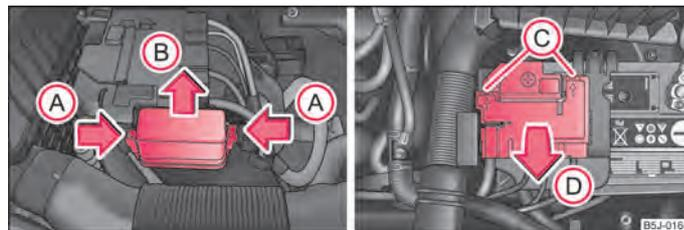

Fig. 148 Batteria: coperchio fusibili
- Contemporaneamente premere gli elementi di bloccaggio del coperchio fusibili nel senso della freccia **A** ⇒ fig. 148 e sfilare il coperchio nel senso indicato dalla freccia **B**.